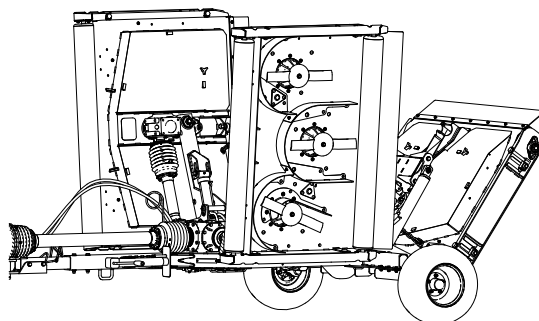

Рисунок 63
2. Поднимите и зафиксируйте деки газонокосилки; выключите двигатель и извлеките ключ (Рисунок 63).